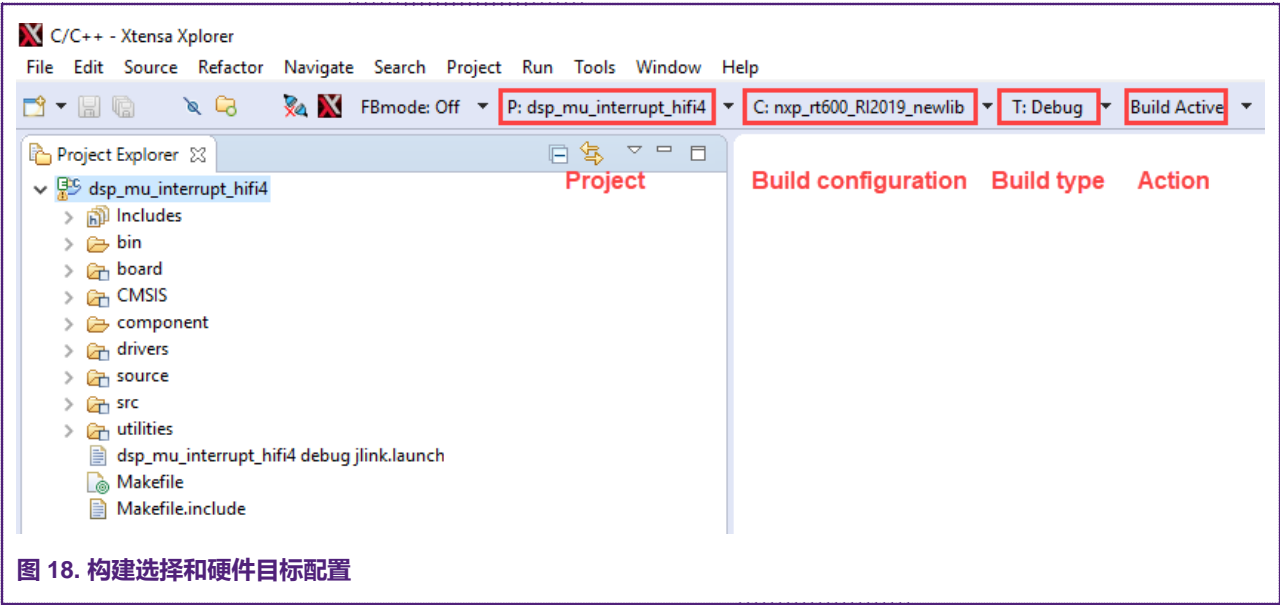

图 18. 构建选择和硬件目标配置
- 2. 在项目资源管理器中，你会看到 `dsp_hello_world_hifi4`。使用菜单栏上的下拉按钮，为项目和硬件目标配置进行构建选择，如图 18 所示。